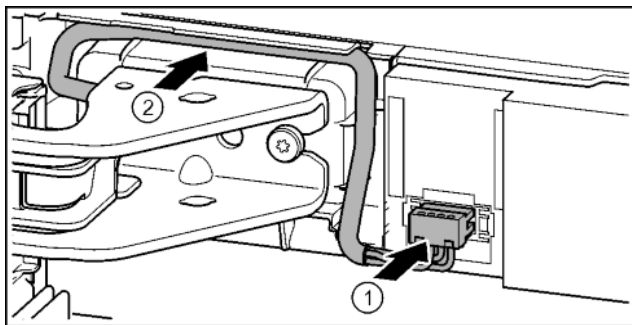

Fig. 35
- ▶ Stekker boven bovenste lagerbus vastklikken en de kabeldraad voorzichtig in de schacht plaatsen. Fig. 35 (1)
- ▶ Grijs kabel voorzichtig in de geleiding boven de bovenste lagerbus plaatsen. Fig. 35 (2)